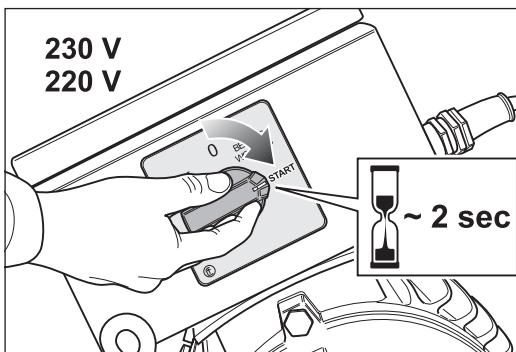

Abb. 19 Zum Einschalten den Schalterknopf auf die Position -START- drehen und für ca. 2 Sekunden auf dieser Position festhalten.
- Zum Einschalten des Motors drehen Sie den Schalterknopf auf die Position -START- und halten Sie ihn für ca. 2 Sekunden auf dieser Position fest (Abb. 19).